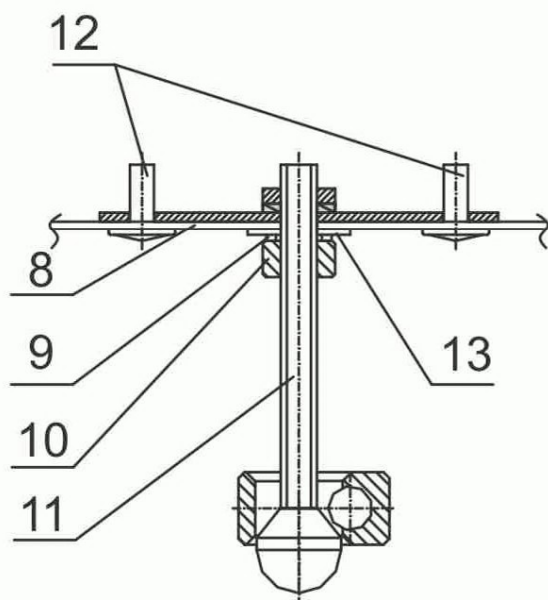

рис. 4
5. Установить кронштейн «сфера» на капоте автомобиля согласно рис.4
3. Установить кронштейны типа «сфера» на капоте автомобиля согласно рис.4.